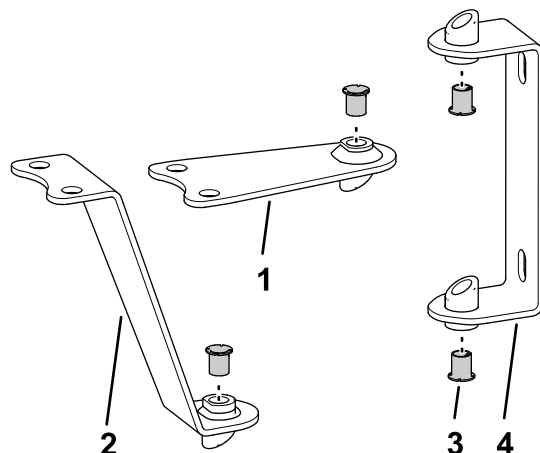
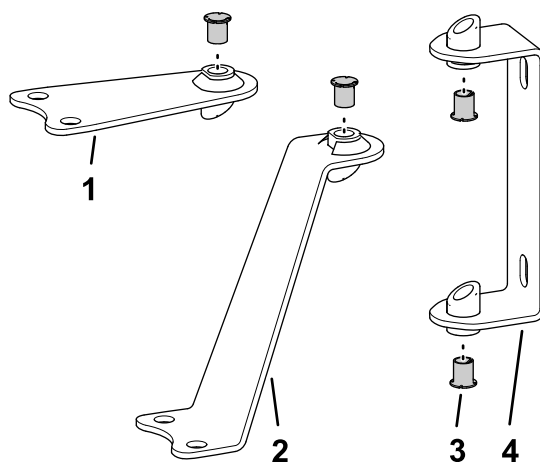

Figura 2
Figura 3
- Coloque las bisagras y las pletinas según se muestra en Figura 2 (para el brazo abierto) o Figura 3 (para el brazo cubierto).
- Pletina diagonal (2)
- Casquillo (8)
- Bisagra (2)
- Coloque los casquillos en los tubos soldados de las bisagras y de las pletinas, según se muestra en Figura 2 o Figura 3.